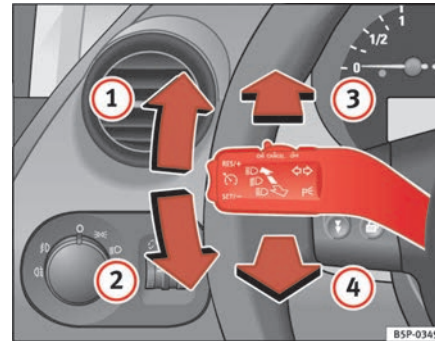

Abb. 78 Blinker und Fernlichthebel
- Drücken Sie den Hebel bis zum Anschlag nach oben ⇒ Seite 118, Abb. 78 ①, um **rechts** zu blinken, bzw. nach unten ②, um **links** zu blinken.
- Drücken Sie den Hebel nach vorne ⇒ Seite 118, Abb. 78 ③, um das Fernlicht einzuschalten.